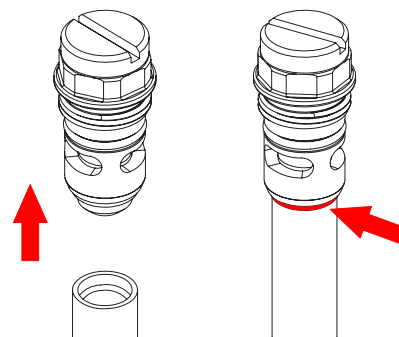

Figure 16 Enlèvement du tube des bouchons d'accès
3. Voir la Figure 16. Tirer l'ancien tube de fluidisation hors du bouchon d'accès, puis poser le tube de fluidisation neuf contre le joint torique rouge.